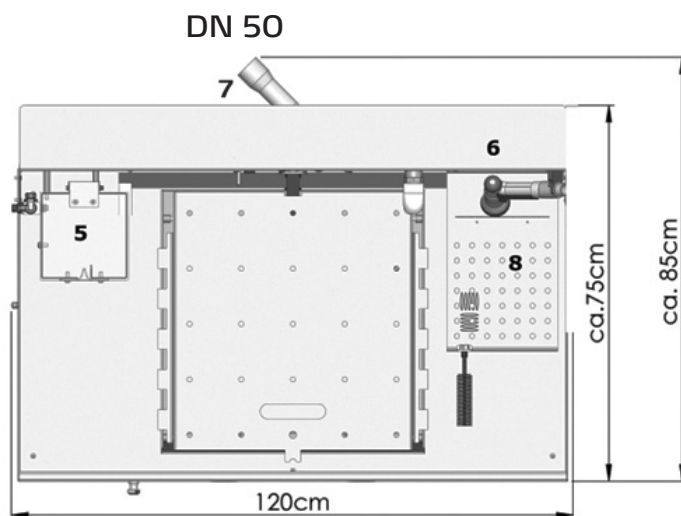

Fig. 2
- Pulire attrezzi alla stazione per la pulizia di pennelli (articoli compresi nella fornitura del ColorFree top Set) (8) Fig. 2, 7